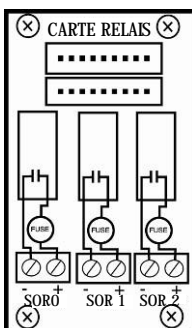

Figure 2.2 Schéma de contact de relais.
- Chaque sortie de relais dispose d'un bornier avec deux connexions. Voir le schéma contact du relais sur la Figure 2.2.